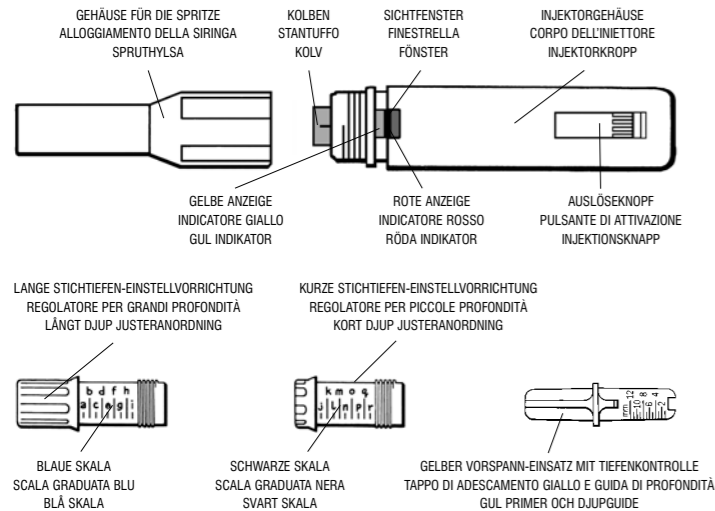

FIG 1
- Consulte la Tabla 1 para seleccionar por tamaño el ajustador de profundidad apropiado para la jeringa particular que vaya a utilizar y enrósquelo en la carcasa de la jeringa (**Fig 1**).
- Die für Ihr spezielles Spritzenmodell geeignete Stichtiefen-Einstellvorrichtung (kurz oder lang) entnehmen Sie Tabelle 1. Schrauben Sie die Einstellvorrichtung dann auf das Gehäuse für die Spritze (**Abb. 1**).
- Fare riferimento alla Tabella 1 per selezionare il regolatore di profondità delle dimensioni corrette per la siringa che si intende usare e avvitare sull'alloggiamento della siringa (**Fig 1**).
- Se tabell 1 för att välja efter storlek den djupjusteranordning som är lämplig att använda med just den spruta du använder och skruva in den i spruthylsan (**Fig 1**).